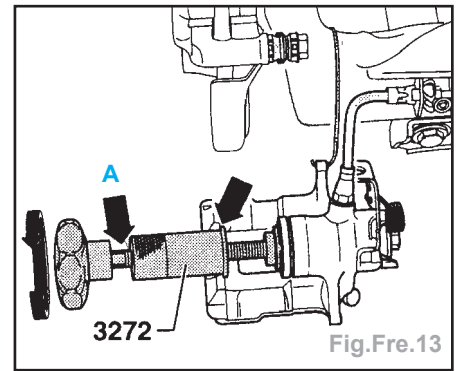

Fig.Fre.13
- Visser le piston en tournant vers la droite la molette de l'outil **3272**. Ne pas endommager le capuchon de protection lors de cette opération (Fig.Fre.13).